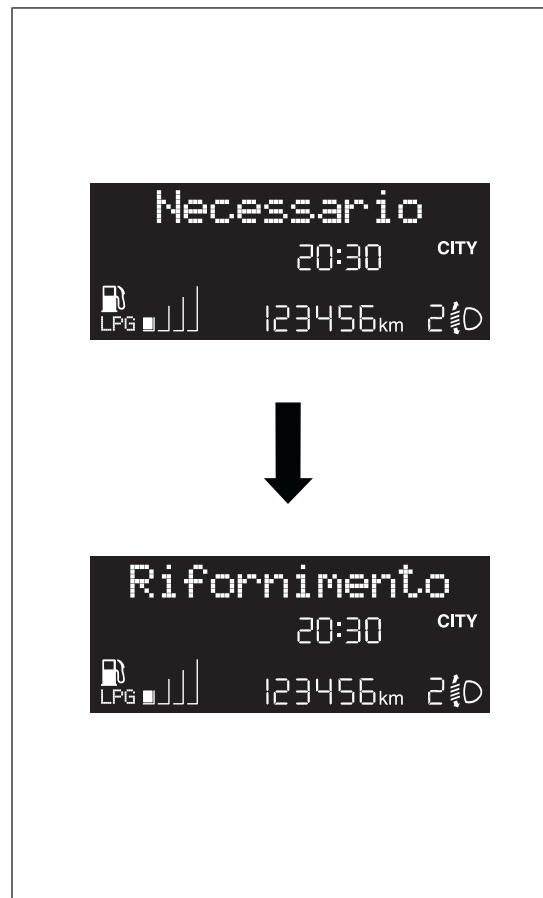
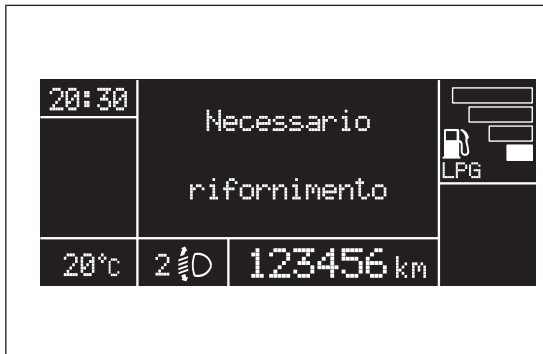

fig. 17
fig. 18
- si spengono tutte le tacche A fig. 17 (versioni con display multifunzionale) oppure B fig. 18 (versioni con display multifunzionale riconfigurabile);